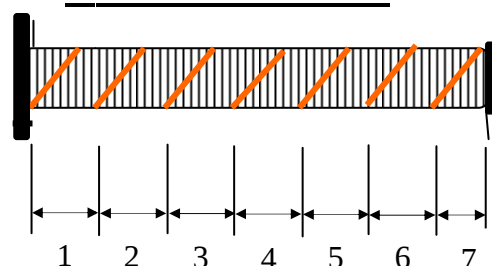

Fig. 39
- De telling van de toeren gebeurt zoals aangegeven in Fig.39.